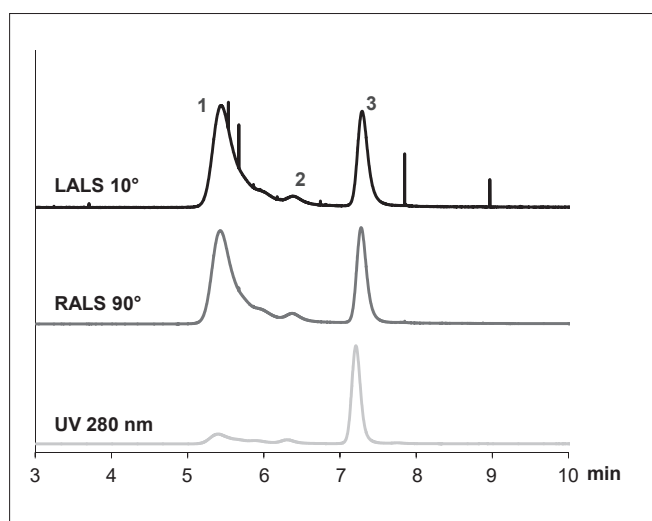

図 12 ヒト化モノクローナル抗体のクロマトグラム
TSKgel UP-SW3000-LS を用いて、ヒト化モノクローナル抗体を紫外吸光度検出器 (UV)、多角度光散乱検出器 (MALS) にて測定したクロマトグラムを図 12 に示します。各検出器において凝集体、二量体、単量体の各